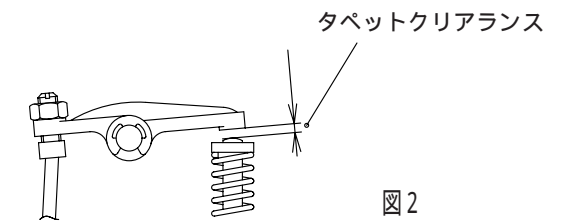

図2
1. タペットクリアランス(図2)は出荷時に調整してありますので、最初はそのままブレークインを行ってください。